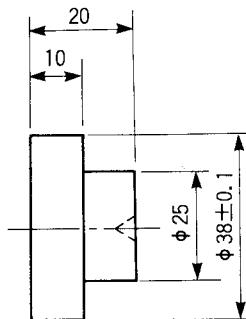
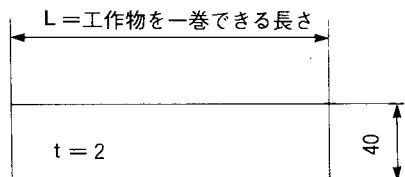

図 2-3
図 2-4
⑤ センタ穴付き治具（図 2-3）
⑥ 接着剤（フラットワックス…日化精工製）
⑦ バーナ
⑧ 工作物保護用ゴム（図 2-4）
⑨ バイス
⑩ 回し金
⑪ スパナ
⑫ ゲガキ用工具
(3) 測定器
① ダイヤルゲージ
②マイクロメータ
③スケール (300mm)
(2) 工作物の両端面にセンタ穴付き治具（図2-3）を接着する。